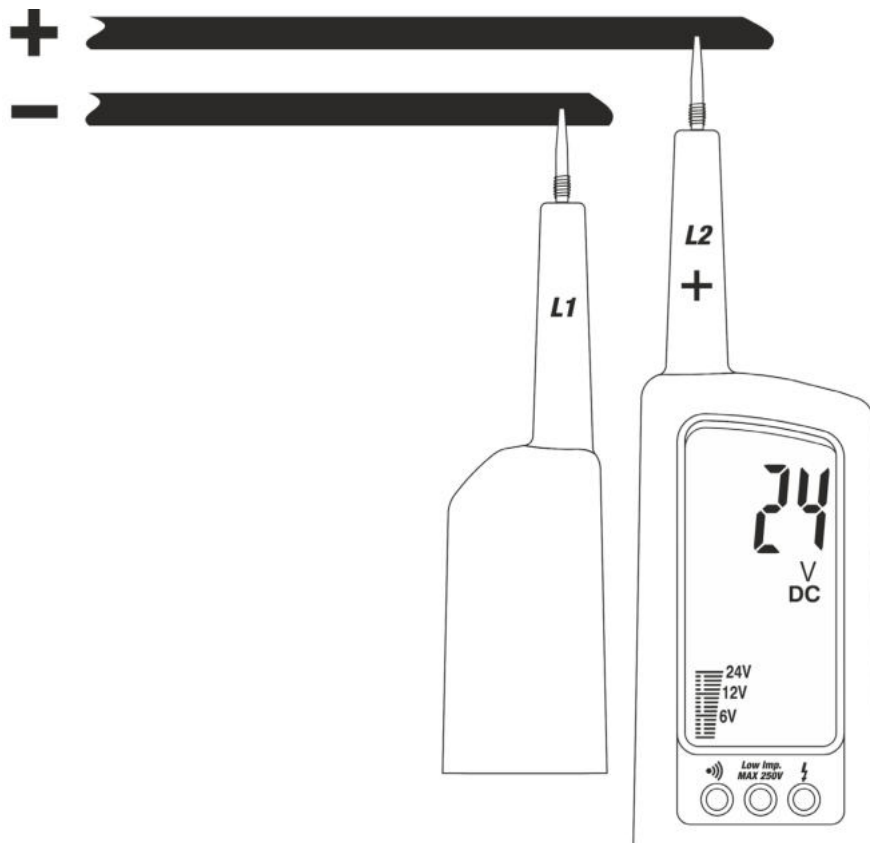

Fig. 2: Medida de Tensión CC
2. Conecte las puntas **L1** y **L2** al objeto en pruebas (ver la Fig. 2). La medida se realiza **sólo cuando las puntas están en contacto con conductores activos**